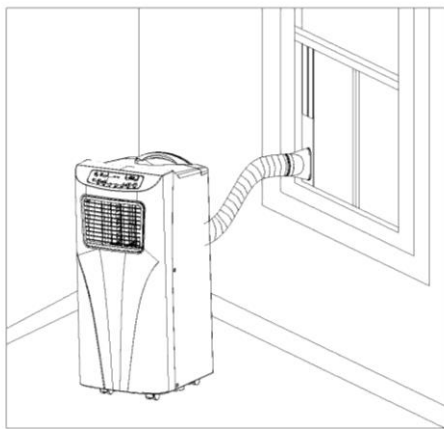
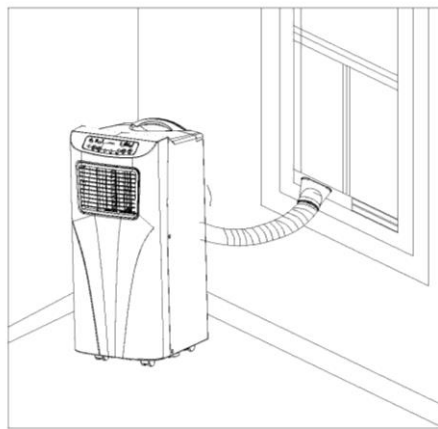

Abbildung 5
Abbildung 6
2) Verlängern Sie das Abluftrohr (wie in Abb.5 und Abb.6 dargestellt).